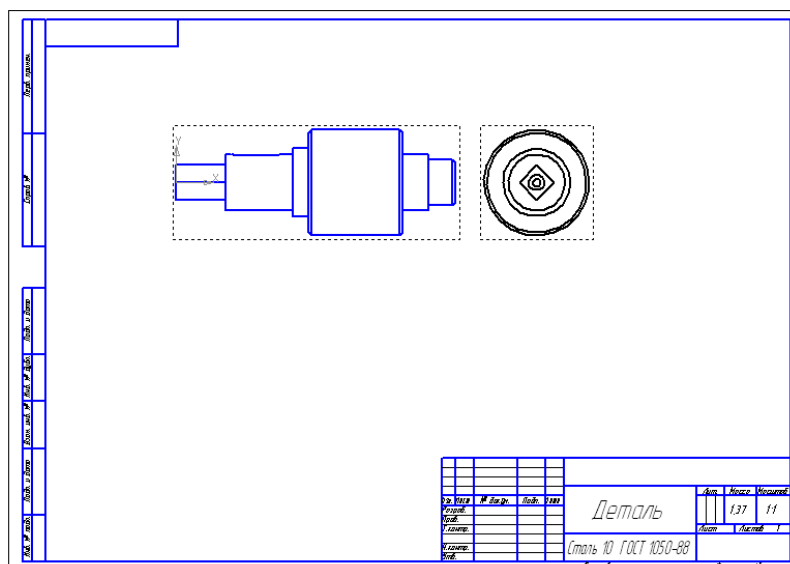

Рис. 6.
10. Зафиксируйте виды, щелкнув ЛКМ примерно в середине формата (рис. 6).